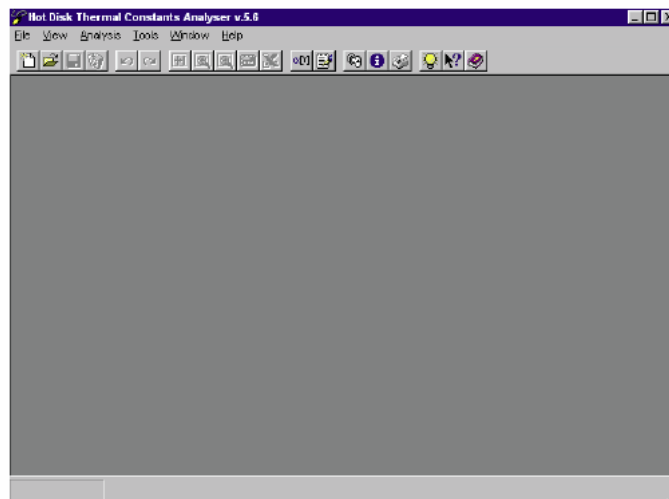

图 7
(1) 打开在Hot Disk主机的后面板的开关，启动仪器。通常，在测试样品前，仪器需至少预热30分钟；
(2) 打开计算机；
(3) 双击桌面的Hot Disk图标，进入软件界面，如图7所示；
(4) 将Kapton探头固定在样品架上，将两块样品分别放置于探头两边，然后用样品夹具固定，使探头与样品之间没有空隙，以保证探头产生的所有热量均为样品所吸收；